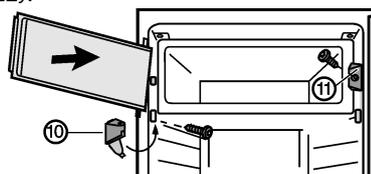

Fig. 7 *
- ▶ Установите запирающий элемент Fig. 7 (11)*.
- ▶ Установите кронштейн Fig. 7 (10) и примкните крышку.*